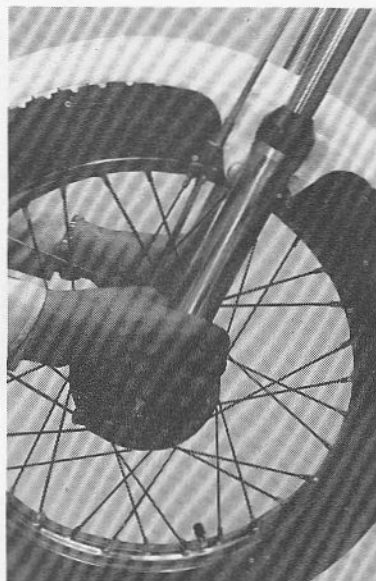

Fig. 2-6-19
- b. Grasp bottom of forks and gently rock fork assembly backward and forward, checking for any looseness in the steering assembly bearings. (Fig. 2-6-19)
- b. Saisir le bas des fourches et les déplacer en avant et en arrière, en vérifiant tout desserrage dans les roulements de l'assemblage de direction. (Fig. 2-6-19)